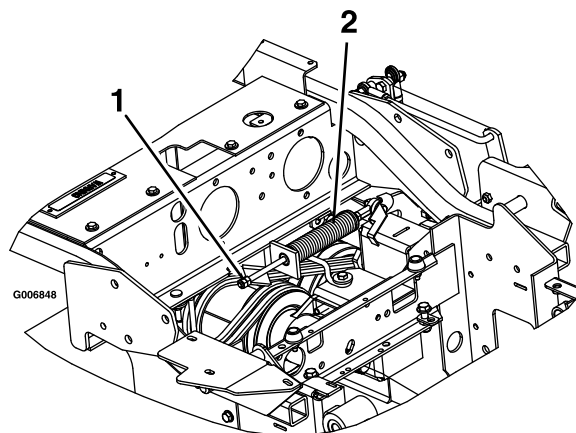

Figura 65
3. Individuate la molla del freno e svitate i 2 controdadi via dall'estremità dell'asta della molla del freno (Figura 65).